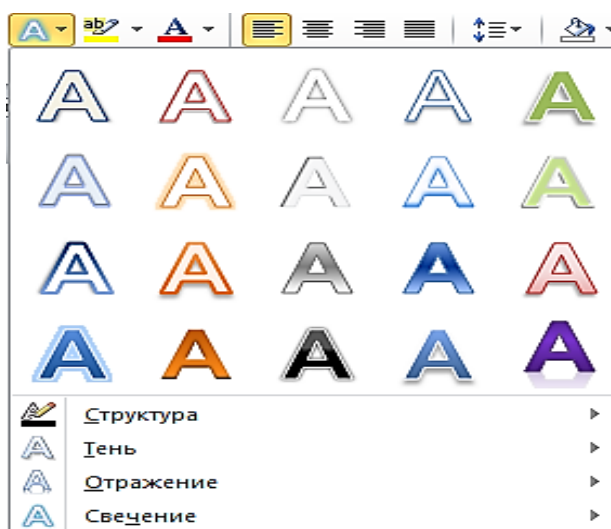

Рис. 47. Выбор варианта анимации
2. Щелкнуть по кнопке **Анимация** группы **Шрифт** вкладки **Главная** и в появившейся галерее выбрать устанавливаемый вариант (рис. 47). При наведении *указателя мыши* на выбираемый вариант срабатывает функция динамического просмотра, и *фрагмент* текста отобразится соответственно.